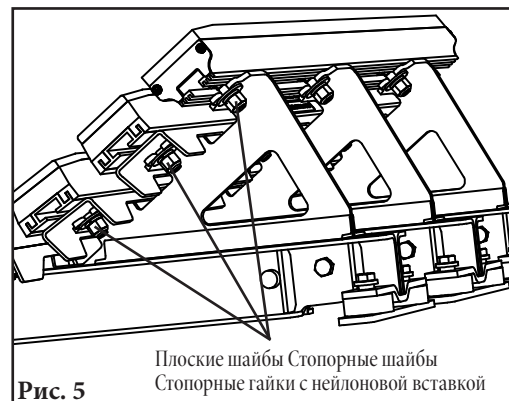

Рис. 5
5. **Снимите изношенные бруссы.** Ослабьте и открутите гайки в каждой поперечной распорке, снимите амортизирующий брус и опору бруса при наличии (рис. 5).